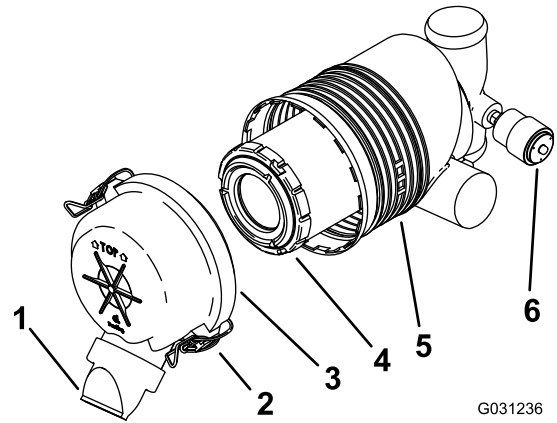

Bild 41
Wichtig: Tauschen Sie den Luftfilter nur aus, wenn die Wartungsanzeige rot ist (Bild 41). Das frühzeitige Auswechseln des Luftfilters erhöht nur die Gefahr, dass Schmutz in den Motor gelangt, wenn Sie den Filter entfernen.
5. Lösen Sie die Riegel am Luftfilter und ziehen Sie die Abdeckung vom Luftfiltergehäuse ab (Bild 41).
- Wenn die Wartungsanzeige durchsichtig ist, setzen Sie die Luftfilterabdeckung auf (die Staubkappe sollte nach unten zeigen) und befestigen Sie die Riegel (Bild 41).
1. Schieben Sie den Filter vorsichtig aus dem Luftfiltergehäuse heraus (Bild 41).
3. Setzen Sie den Filter vorsichtig ein (Bild 41).
4. Setzen Sie die Luftfilterabdeckung auf (die Staubkappe sollte nach unten zeigen) und befestigen Sie die Riegel (Bild 41).